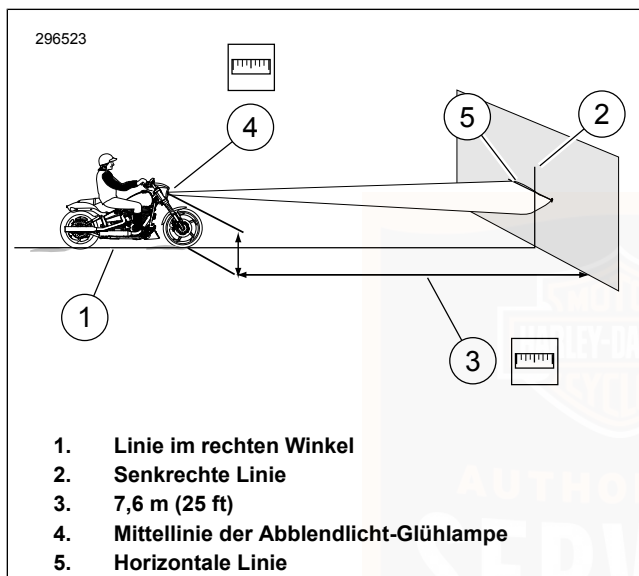

Abbildung 77. LED-Scheinwerfereinstellung
1. Siehe Abbildung 77. Das Motorrad auf einer Linie (1) im rechten Winkel zur Wand parken.